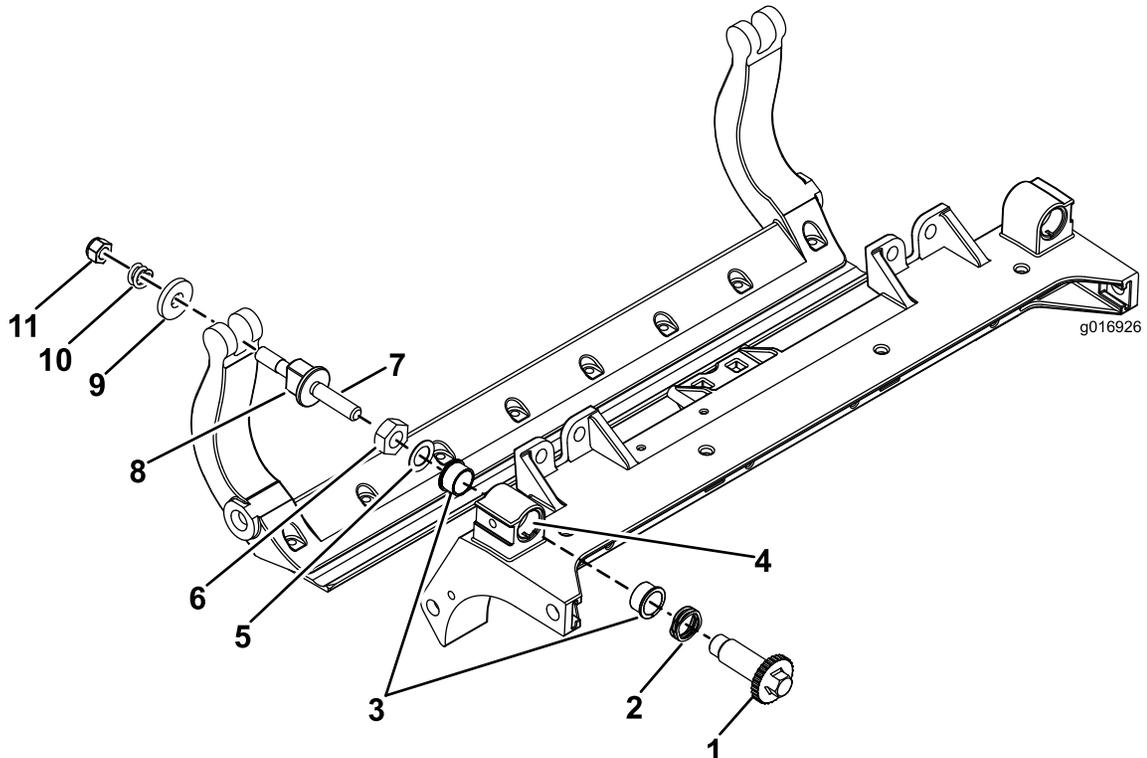

Figura 33
1. Retire todas las piezas (consulte las *Instrucciones de instalación* del Kit HD DPA y la Figura 33).
2. Aplique compuesto antigripante al interior del alojamiento de los casquillos del bastidor central de la unidad de corte (Figura 33).
3. Alinee los salientes de los casquillos con brida con las ranuras del bastidor, e instale los casquillos (Figura 33).
4. Instale una arandela ondulada sobre el eje del ajustador e introduzca el eje del ajustador en los casquillos con brida del bastidor de la unidad de corte (Figura 33).
5. Sujete el eje del ajustador con una arandela plana y una contratuerca (Figura 33).
12. Coloque una arandela de acero por fuera de cada arandela de nylon (Figura 33).
Nota: Las arandelas del interior pueden tener cierta holgura (Figura 33).
15. Apriete la tuerca de cada ajustador de la barra de asiento hasta que el muelle de compresión esté comprimido del todo, luego afloje la tuerca $\frac{1}{2}$ vuelta (Figura 33).